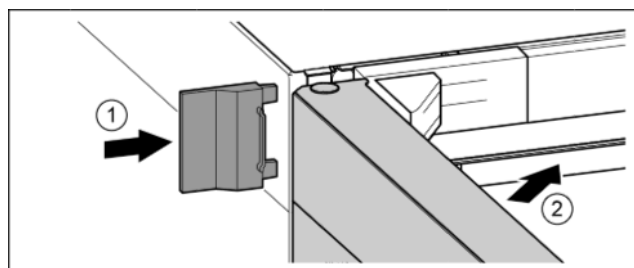

Fig. 18
- ▶ Äußere Abdeckung aufschieben. Fig. 18 (1)
- ▶ Obere Tür schließen. Fig. 18 (2)